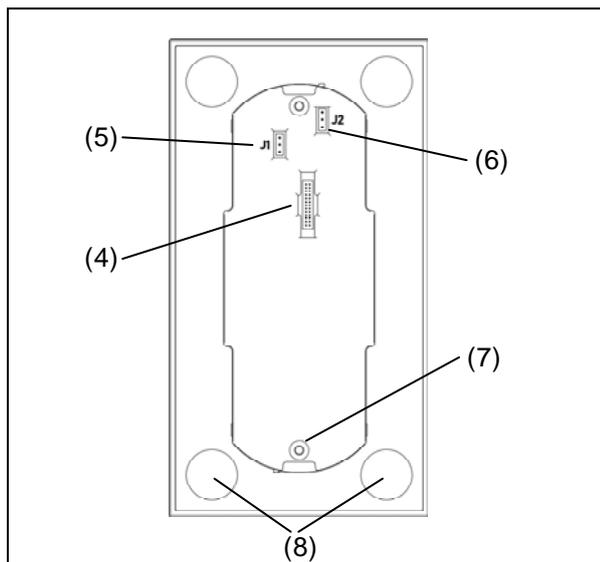
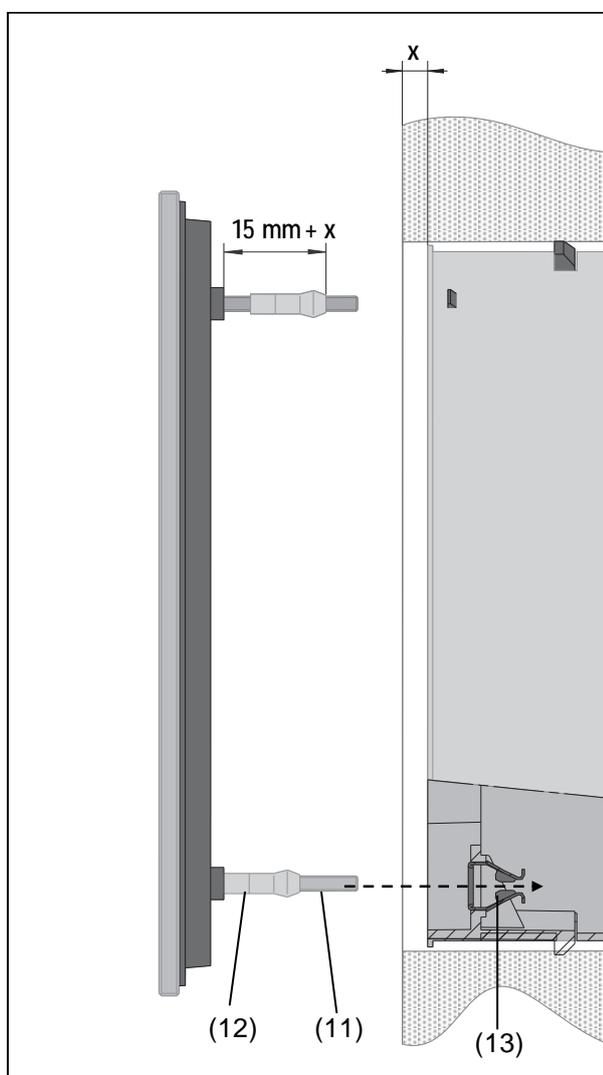

Bild 2: Rückansicht
Bild 6
- Die Klebeplätze für die Haftpunkte auf der Rückseite des Glas-Sensors (Bild 2, 8) von Verunreinigungen befreien.
- ① Vor Abschluss der Montage den Glas-Sensor ausrichten und im Bereich der Haftpunkte andrücken, um ihn zu fixieren.
- Gegebenenfalls erforderlichen Putzausgleich ausmessen (Bild 6, x). Die Haltezapfen (Bild 6, 12) auf den Gewindestiften (Bild 6, 11) um den Putzausgleich x herausschrauben, so dass diese einen Abstand von 15 mm + x von der Buchse für die Gewindestifte aufweisen.
- ❶ Putzausgleich genau einstellen, damit der Glas-Sensor nach der Montage fest auf der Wand sitzt.
- Glas-Sensor und verwendeten Adapter mit beiliegendem Flachbandkabel verbinden. Hierzu die Stecker auf die vorgesehenen Steckplätze des Glas-Sensors (Bild 2, 4) und des Adapters stecken.
- Glas-Sensor mit den Gewindestiften (Bild 6, 11) in die Klemmfedern (Bild 6, 13) einführen und andrücken bis die Haltezapfen (Bild 6, 12) spürbar einrasten.
- Gegebenenfalls erforderlichen Putzausgleich ausmessen (Bild 6, x). Die Haltezapfen (Bild 6, 12) auf den Gewindestiften (Bild 6, 11) zusätzlich um den Putzausgleich x herausschrauben, so dass diese einen Abstand von 20 mm + x von der Buchse für die Gewindestifte aufweisen.
- Gewindestifte (Bild 6, 11) aus den Buchsen auf der Rückseite des Glas-Sensors herausschrauben.
- ❶ Auf der Kopfseite der Gewindestifte befindet sich die Aufnahme für einen Inbusschlüssel, Stärke 1,5 mm.